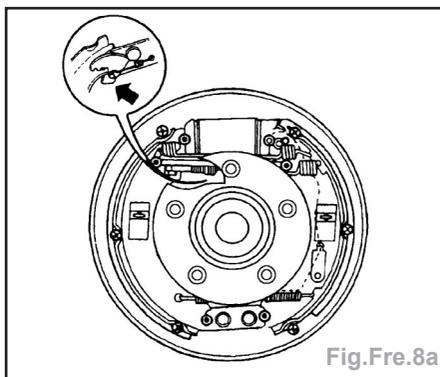

Fig.Fre.8a
- A l'aide d'un tournevis à lame plate, dégager la came de rattrapage de jeu pour augmenter le jeu entre le segment et le tambour (→ I 10/2000) (Fig.Fre.8a),